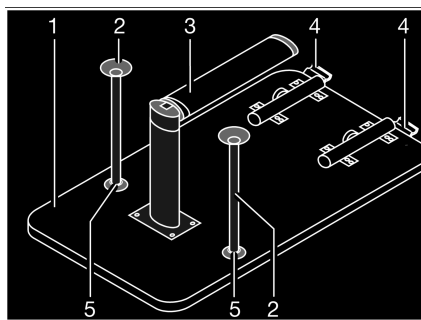

Fig. 72 Base de cama
- Levantar 45° aprox. el tablero de mesa (Fig. 72,1) por delante.
- Abatir la parte inferior de la pata de apoyo articulada (Fig. 72,3) 90°. Para ello, según el modelo, tirar la parte inferior de la pata de apoyo articulada hacia abajo o presionar el botón de desbloqueo.
- En el bloqueo (Fig. 72,4) pulsar el botón de desbloqueo.
- Según el modelo, encajar los dos pies de apoyo adicionales (Fig. 72,2) en los alojamientos (Fig. 72,5) en el lado inferior del tablero de la mesa.